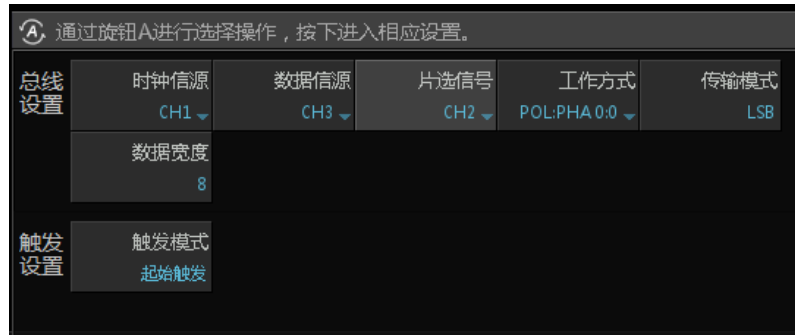

图 2.2 SPI 解码参数设置
- 用户按下【协议参数】软键，可以对协议参数进行设置，旋转旋钮 A 可选择参数，短按旋钮 A 后可进行参数修改，其中包括“总线设置”与“触发设置”，如图 2.2 所示。